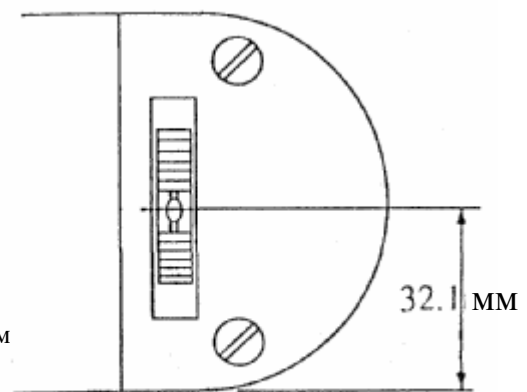

Рис. 14
ПОЛОЖЕНИЕ СОБАЧКИ ТРАНСПОРТЕРА ПО ОТНОШЕНИЮ К ИГОЛЬНОЙ ПЛАСТИНКЕ (Рис. 14)
4. Отрегулируйте расстояние от края игольной пластинки до центра игольного отверстия в собачке транспортера (32,1 мм) (Рис. 14)